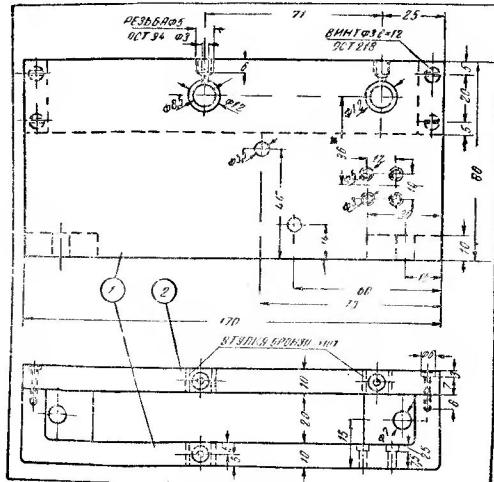

Рис. 5. Корпус лентопротяжного механизма
1. Корпус лентопротяжного механизма. Корпус механизма (рис. 5) отливается из дюраля, для чего могут быть использованы старые автомобильные поршни, и состоит из панели и планки. Панель имеет четыре стойки, две из которых служат для крепления к планке и две — для крепления корпуса к основанию.